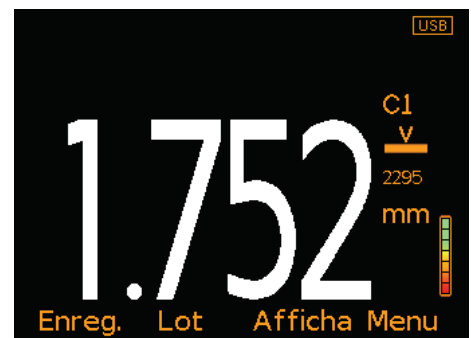

Figure 1
- 3 L'écran indique une valeur qui change constamment (Figure 1).